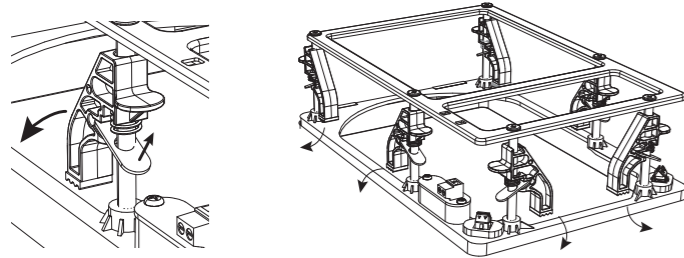
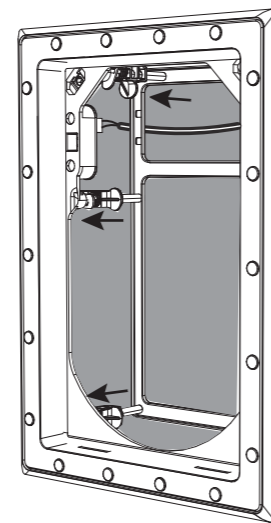

Fig. 9. Adjusting the Mounting Clamps from the Stowed Position
Fig. 11. Frame securely clamped to the Wall
2. Greifen Sie in den Rahmen und drehen Sie die Montageklammern in die Position "Klemmung", wo sie eine Klemmkraft auf die Rückseite der Öffnung ausüben können (Abb. 9 und 10). Drücken Sie den Rahmen hinein und ziehen Sie jede Klemme fest, damit der Rahmen in seiner Position gesichert ist (Abb. 11).